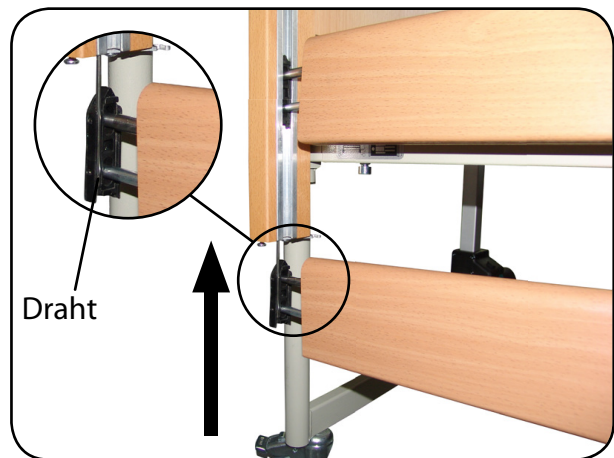

Abb. 6.4.05 - Seitengittergleiter in der Aluschiene
Achten Sie darauf, dass der Draht außen verläuft! (Abbildung 6.4.05)
Das Holz-Seitengitter besteht aus zwei einzelnen Holz-Seitengitterholmen, die einen Querschnitt von 28 x 100 mm haben. Die abgerundeten Kanten liegen oben. Mit den speziell passenden Seitengittergleiter inkl. Draht, werden die geforderten Abstände eingehalten (Abbildung 6.4.05).
- Führen Sie am anderen Ende der Holz-Seitengitterholme einen weiteren montierten Seitengittergleiter ein und schieben Sie die Seitengittergleiter mit den Holz-Seitengitterholmen in die Aluschiene (Abbildung 6.4.05). Ziehen Sie die Holz-Seitengitterholme hoch bis die Seitengittergleiter einrasten.